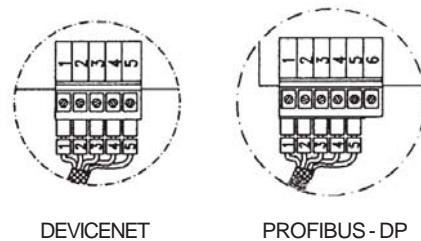

Figura 8.38 - Conexão ao cartão Fieldbus
6. Conectar a outra extremidade do cabo do conector Fieldbus ao cartão do Fieldbus de acordo com a figura 8.38.